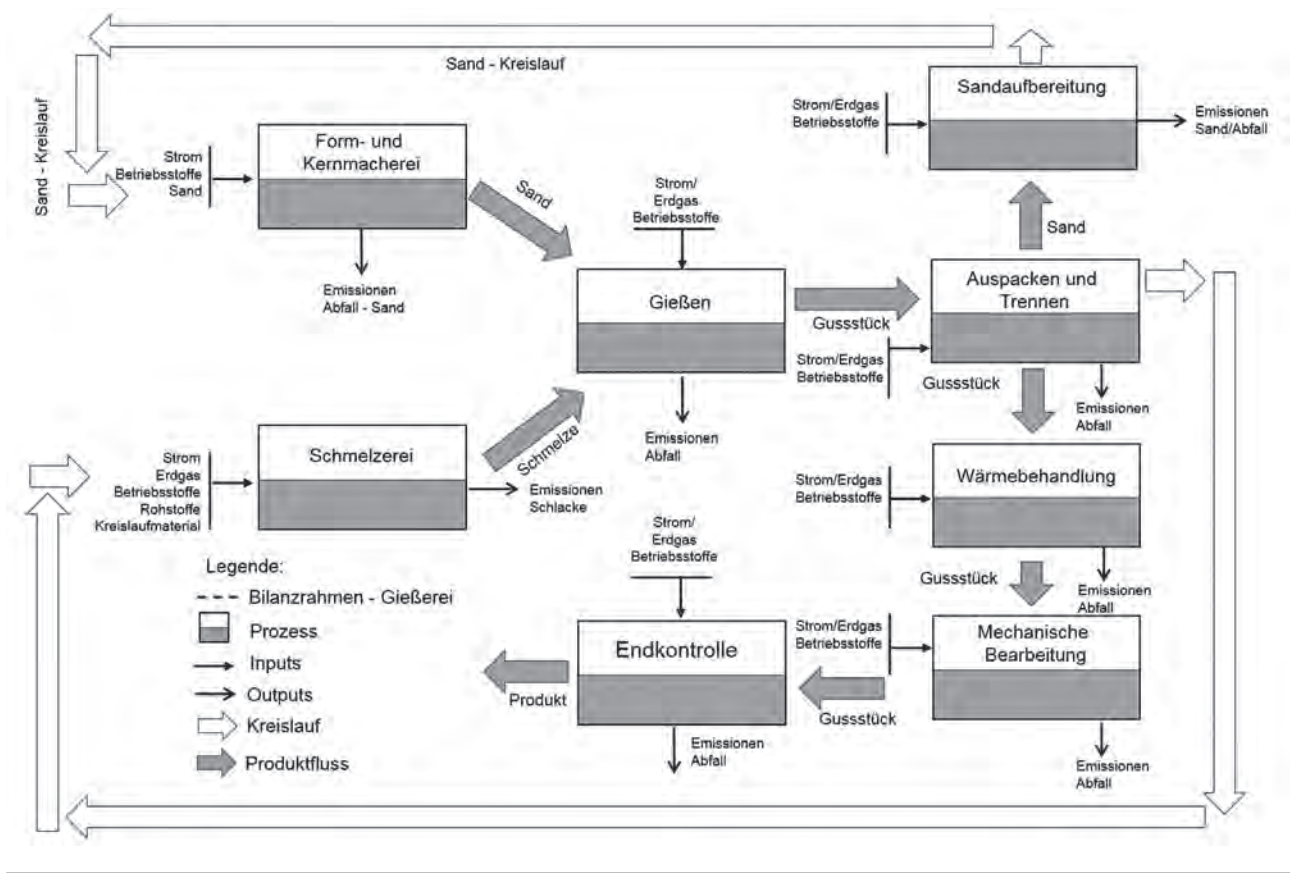

Abb. 4: Sachbilanz für die Herstellungsphase (Modellgießerei)
Nach Auswahl der funktionellen Einheit ist die Sachbilanz zu erstellen. Alle für die Erstellung der Sachbilanz benötigten Daten innerhalb der Systemgrenze können gemessene, errechnete oder geschätzte Daten, sowie Datensätze aus der Experten Datenbanken erhalten. Weiters können neben Daten aus Primärquellen auch solche aus Sekundärquellen (Literatur, Produktbeschreibungen bzw. -deklarationen) verwendet werden. Die Sachbilanz für die Gießereibetrieb umfasst inputseitig die Verbrauchsdaten für die Energie, Roh- und Betriebsstoffe, und outputseitig die Daten für das Produkt, die Abfallmenge und die von der Produktion erzeugten Emissionen (siehe **Abb. 4**). Die Energieverbrauchsdaten sollten auf die Prozessebene ermittelt werden, wobei für alle Energie-Inputs (Strom, Erdgas usw.) als länderspezifische Werte für jeweiligen Land aus Datenbanken entnommen werden können. Dabei werden die Aufteilungen nach inländischer und importierter Energie bzw. auch nach Energiequellen festgelegt, womit dies sozusagen die typische, repräsentative Zusammensetzung zeigt. Mit der gleichen Methodik sollen alle Roh- und Betriebsstoffe, sowie die Abfälle ermittelt werden. Die Vorprozesse der Energie- und Materialerstellung, sowie die Nachprozesse beim Abfallrecycling können dann aus Datenbanken übernommen und berechnet werden. Die Emissionswerte sollten für die jeweilige Prozesse anhand Messdaten berechnet werden. Zum Beispiel können Werte für Abgasbestandteile aus Messberichten berücksichtigt: Sauerstoff (O₂), Kohlendioxid (CO₂), Schwefeldioxid (SO₂), Kohlenmonoxid (CO), Stickoxid (NO_x).